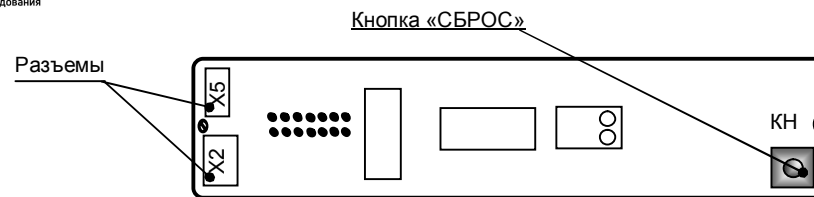

Рис.3 Плата индикации
- Для обнуления счетчика нажать кнопку «СБРОС» (рис.3), расположенную на внутренней поверхности крышки рециркулятора на плате индикации, и удерживать ее (данная процедура предотвращает сброс показаний счетчика при случайном нажатии кнопки «СБРОС»).